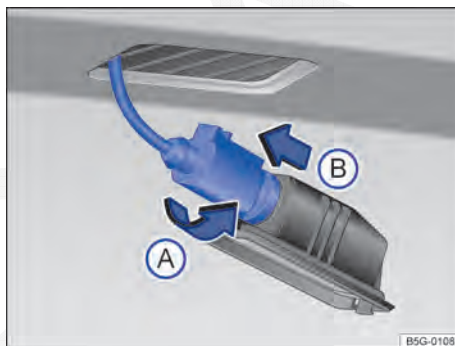

Fig. 228 Lanterna da placa de licença: desinstalar o suporte da lâmpada.
4.	Girar o suporte das lâmpadas no sentido da seta ⇒ Fig. 228 (A) e retirar o suporte junto com com a lâmpada incandescente (B).
6.	Encaixar o suporte da lâmpada na lanterna da placa de licença e pressionar no sentido contrário ao da seta (A) até o batente.